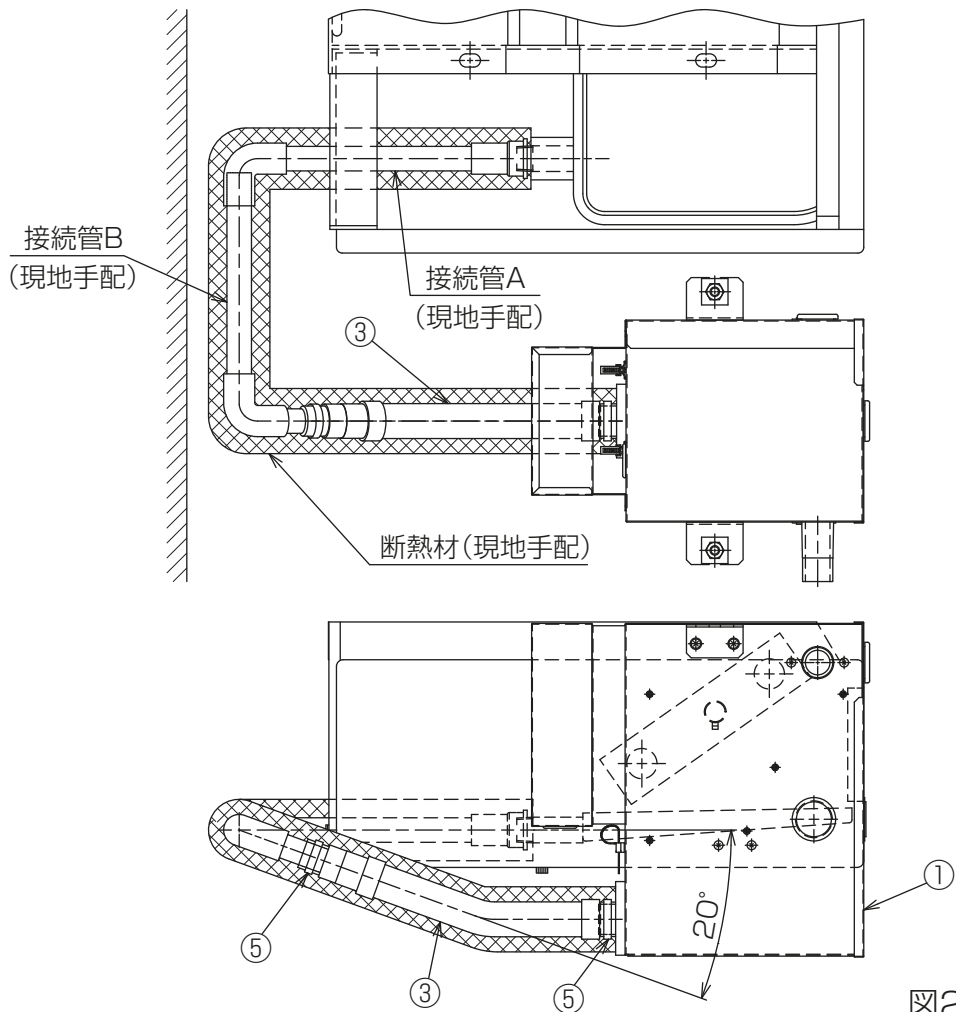

図27
(2)FCU本体のドレンパンに接続管Aを取付け、接続管B・品番③ドレンホース1・品番⑤ホースバンド1を使用し品番①ドレンアップメカとFCU本体を接続してください。接続後、接続管およびドレンホース全体に断熱材(現地手配)を巻付けてください。[図27]